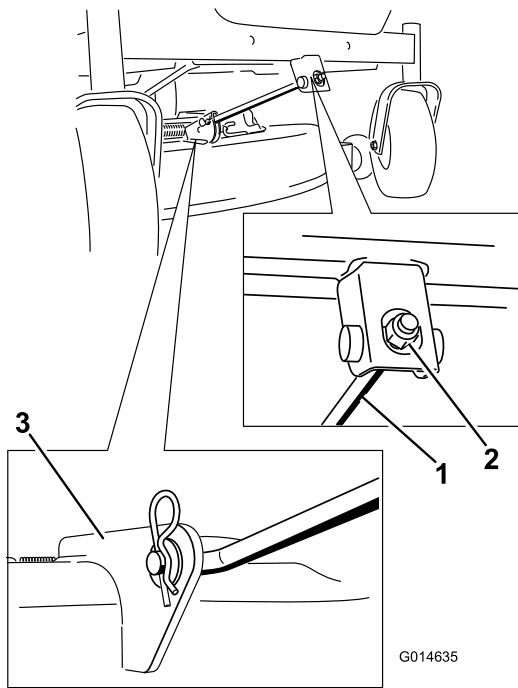

Figure 54
- Retirez la goupille fendue de la tige de support avant et déposez la tige du support de plateau (Figure 54). Abaissez doucement l'avant du plateau de coupe au sol.
- Fixez la tige de support avant au plateau de coupe à l'aide de l'axe de chape et de la goupille fendue (Figure 54).